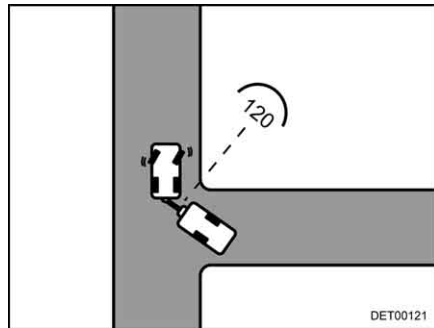

Fig. 17 Svolta all'incrocio
- Appena entrambi i veicoli si trovano ad un angolo di ca. 120° l'uno rispetto l'altro, fermarsi (Fig. 17).